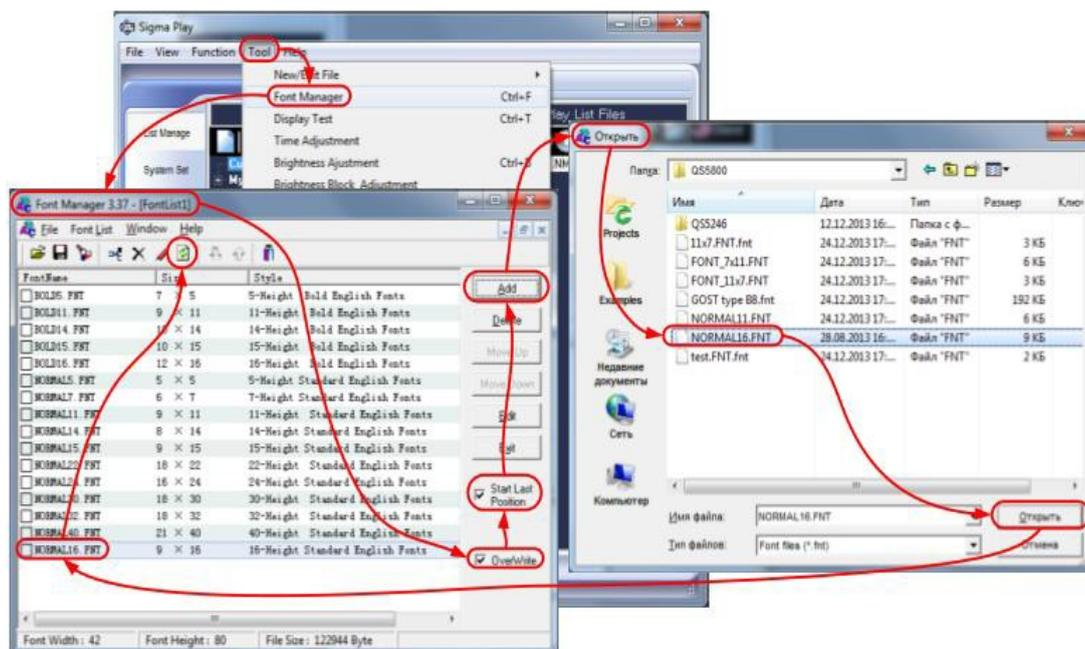

Рисунок 13. Добавление шрифта с поддержкой кириллицы.
2.6.11 Для замены шрифта на другой (с поддержкой кириллицы) следует (рисунок 13):